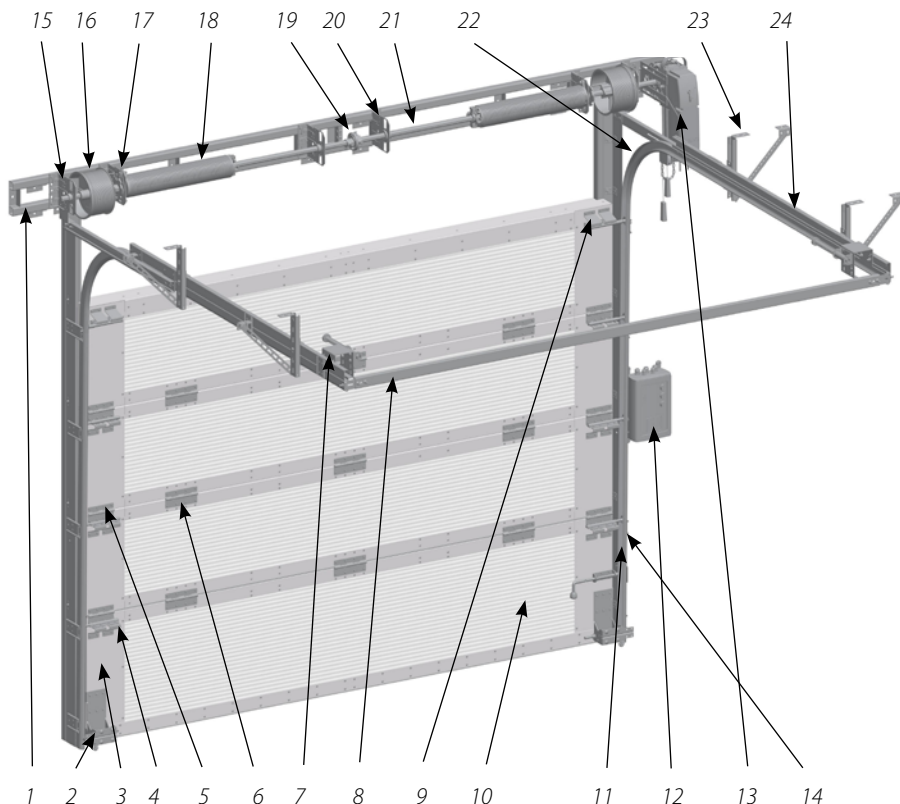

Рис. 1. Ворота Серии ProFire с одновальной системой балансировки.
Ворота состоят из монтажной рамы, несущего каркаса, воротного полотна, торсионного вала с торсионными пружинами, элементов управления. На *рис. 1* приведено схематическое изображение ворот стандартной комплектации с навальным электроприводом, блоком управления и комплектом фотоэлементов.
- нижние кронштейны с защитой от обрыва троса (поз. 2 на *рис. 1*);
- предохранительные храповые муфты (поз. 17 на *рис. 1*), срабатывающие при поломке пружин.